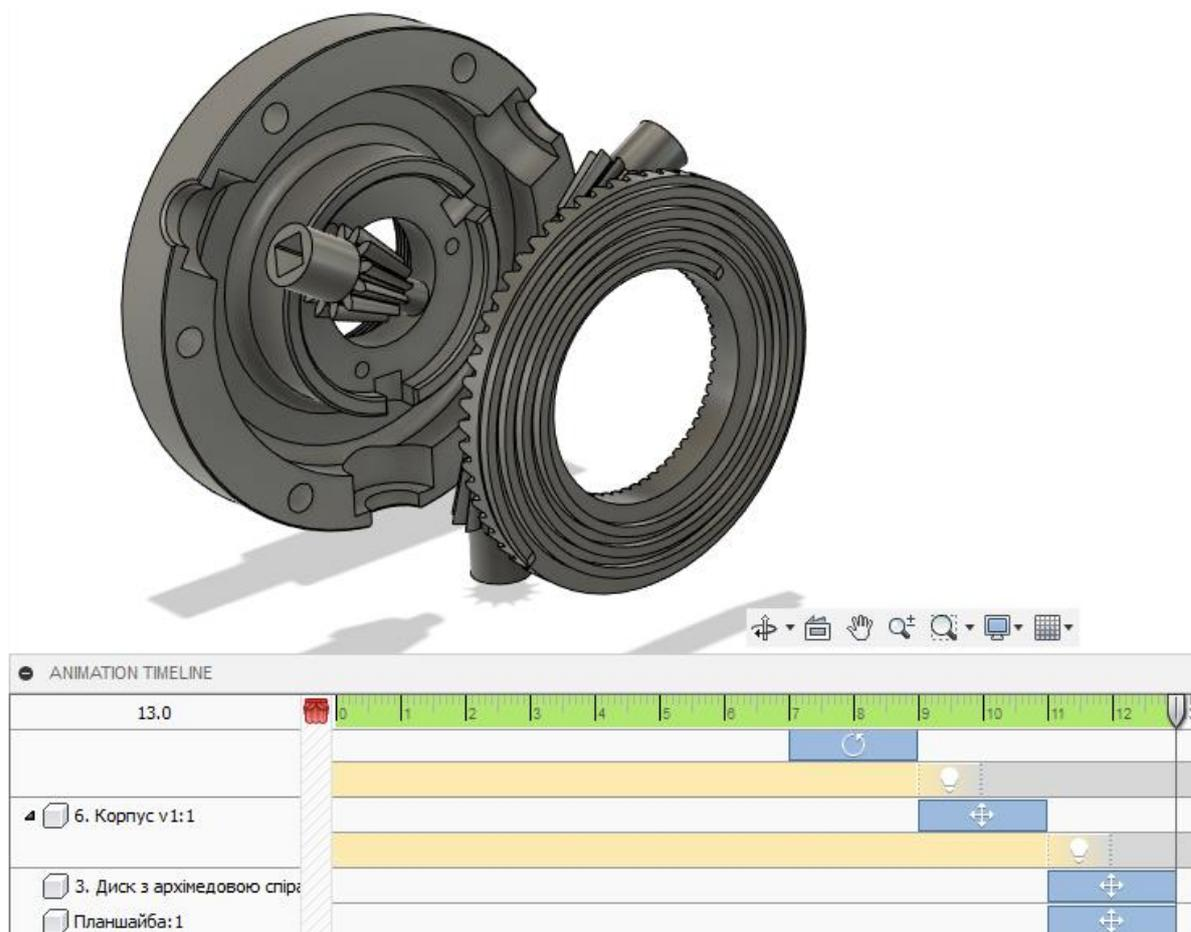

Рис.15.9. Переміщення диску та планшайби
9. Плавне затухання корпусу починаючи з 11-ї секунди і закінчуючи 12-ю секундою. Одночасно з цим, починаючи з 11-ї секунди і до 13 секунди, переміщення диску з архімедовою спіраллю на -50 мм від планшайби та переміщення планшайби від конічних шестерень на 50 мм (рис. 15.9).